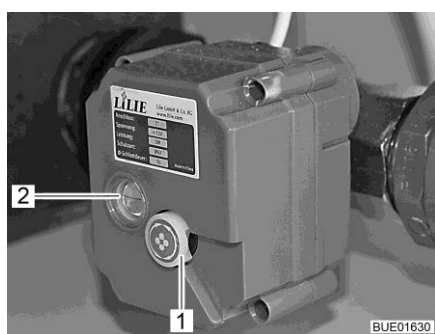

Bild 198 Elmanövrerad avtappningskran
En röd linje i fönstret (Bild 198,2) på den elmanövrerade avtappningskranen visar kranens läge:
- Dra vredet (Bild 198,1) på den elmanövrerade avtappningskranen utåt och vrid (i valfri riktning).